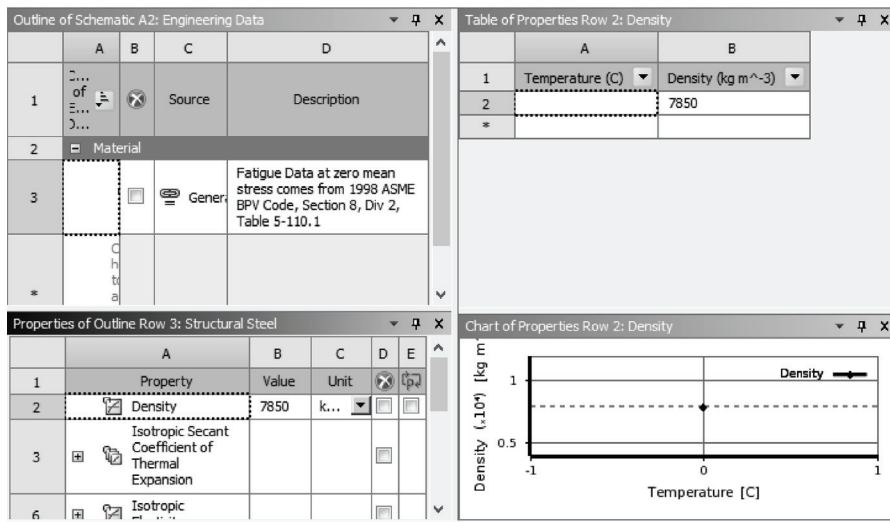

图 17-3 工程数据界面
1) 双击项目 A 中的 A2 栏 Engineering Data 项，进入如图 17-3 所示的材料参数设置界面，在该界面下即可进行材料参数设置。